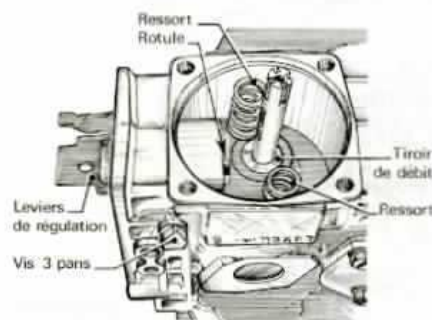

Fig. 37.
— Monter l'ensemble des leviers de régulation, en plaçant la rotule dans le logement du tiroir de débit (fig. 37). Serrer les deux vis à tétons (1) munies de joints neufs à l'aide de la clé spéciale, au couple de 1,0-1,3 m.daN. Vérifier la mobilité des leviers.